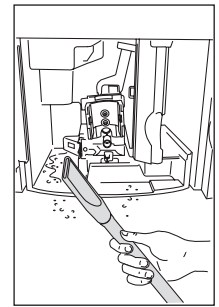

Abb. 38
- ▶ Entfernen Sie sonstige Rückstände mit einem Staubsauger (Abb. 38).